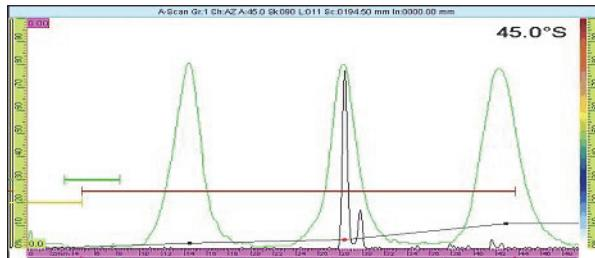

Abbildung 6-9 Echodynamik mit Maxima bei 80 %
3. Führen Sie den Sensor über den justierten Reflektor und überprüfen Sie, ob alle Maxima 80 % erreichen (siehe Abbildung 6-9 auf Seite 188).